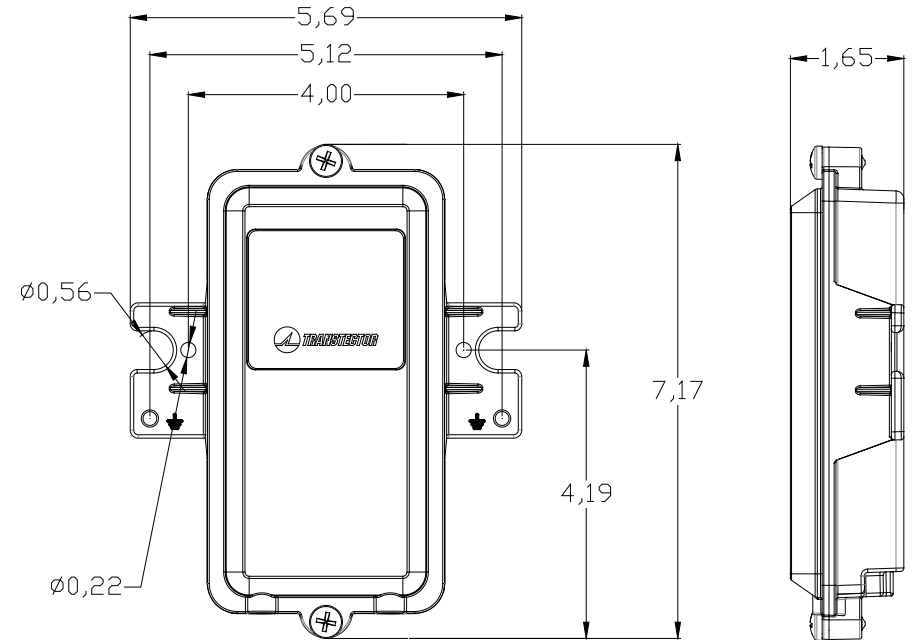

Figura 1. Esquema mecánico (pulgadas)
1. La SERIE ALPU-CS está pensada para ser instalada en interiores o exteriores, en aplicaciones de montaje en pared o en poste. La unidad cuenta con pies de montaje en los laterales que se montan en agujeros de 4" de centro a centro con herrajes de tamaño #10. El pie de montaje también se adapta a los kits de montaje en poste de 4" de diámetro con agujeros de centro a centro de 4,5" y herrajes más grandes. Consulte la figura 1 para conocer los requisitos mecánicos y la ubicación de los conectores. La conexión a tierra óptima en la unidad de caja metálica en la brida de montaje de cualquier lado se muestra en la figura 1. Utilice un cable de 8AWG como mínimo para la conexión de referencia a tierra. Los cables de comunicación con los conectores RJ45 ya instalados pueden introducirse directamente en la caja. Asegúrese de instalar los cables con el cable desprotegido instalado en la toma de "entrada" izquierda y el cable protegido del equipo en la toma de "salida" derecha. La caja cuenta con una retención de cables integrada que sujeta el cable con un soporte atornillado. Existe un kit adaptador para montaje en poste (pn 1000-1164) está disponible para satisfacer las instalaciones en una amplia gama de diámetros de postes, desde postes metálicos de 2" hasta postes de servicios públicos de 10" de diámetro.
2. Monte la unidad en una superficie exterior utilizando los dos orificios de montaje mostrados en la figura 1.